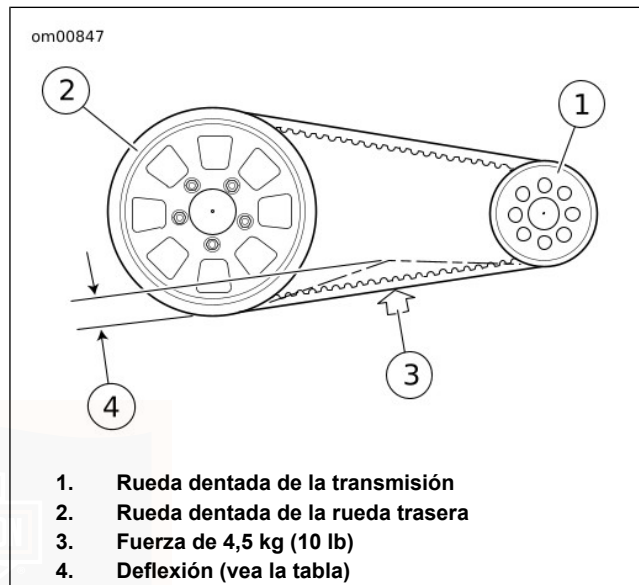

Figura 44. Medición de la deflexión de la correa: Modelos Sportster XL
- b. Vea la Figura 44. En todos los demás modelos, coloque el indicador en el punto medio entre las ruedas dentadas de la transmisión y de la rueda trasera.